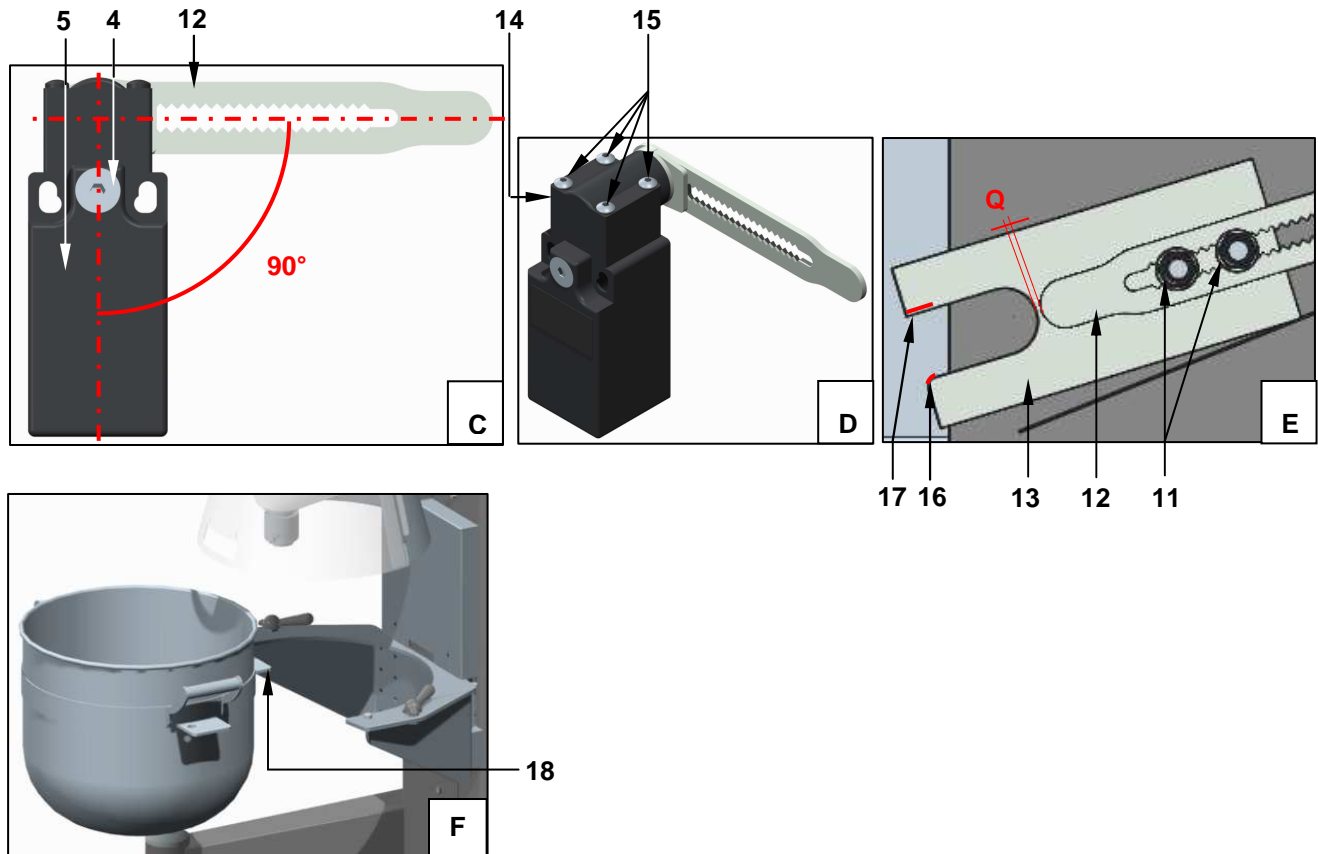

Рисунок 26- Замена микровыключателя определения наличия дежи в рабочей позиции
1. - Ссылаясь на Рисунок 26, демонтировать заднюю защитную крышку рис.1, зафиксированную винтами; демонтировать электрическую коробку рис.2, изъев винты рис.3
Начало Рисунок 26- Замена микровыключателя определения наличия дежи в рабочей позиции